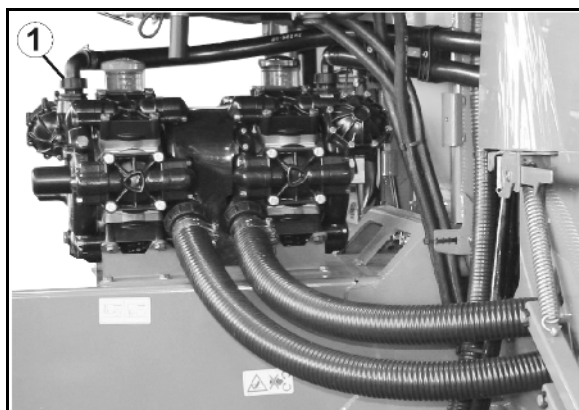

Fig. 187
1. Alle Spritzleitungen aus den Teilbreiten-Ventilen (Fig. 187/1) herausziehen.
1. Eine Spritzleitung aus einem Teilbreiten-Ventil (Fig. 187/1) herausziehen.